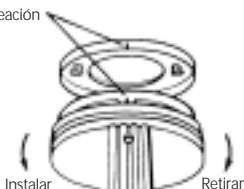

FIGURA 7
6. Se proporcionan marcas de alineación en el borde de la placa de ajuste y de la alarma. Después de instalar la placa de montaje, coloque la alarma en dicha placa y alinee las marcas de alineación. Gire la alarma en la dirección que indica la flecha "ON" en la cubierta de la alarma (consulte la Figura 7) hasta que se ajuste en su lugar.
Para reemplazar la batería, retire la alarma de la placa de montaje girándola en la dirección de la flecha "OFF" en la cubierta (consulte la Figura 7).